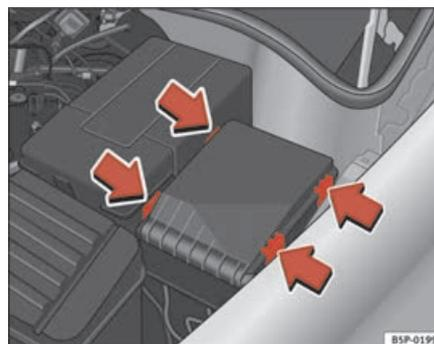

Abb. 185 Sicherungsdeckel im Motorraum ▶
- Haken Sie den Sicherungsdeckel im Motorraum an den Laschen aus, indem Sie die Laschen zur Deckelmitte drücken ⇒ Seite 255, Abb. 185.